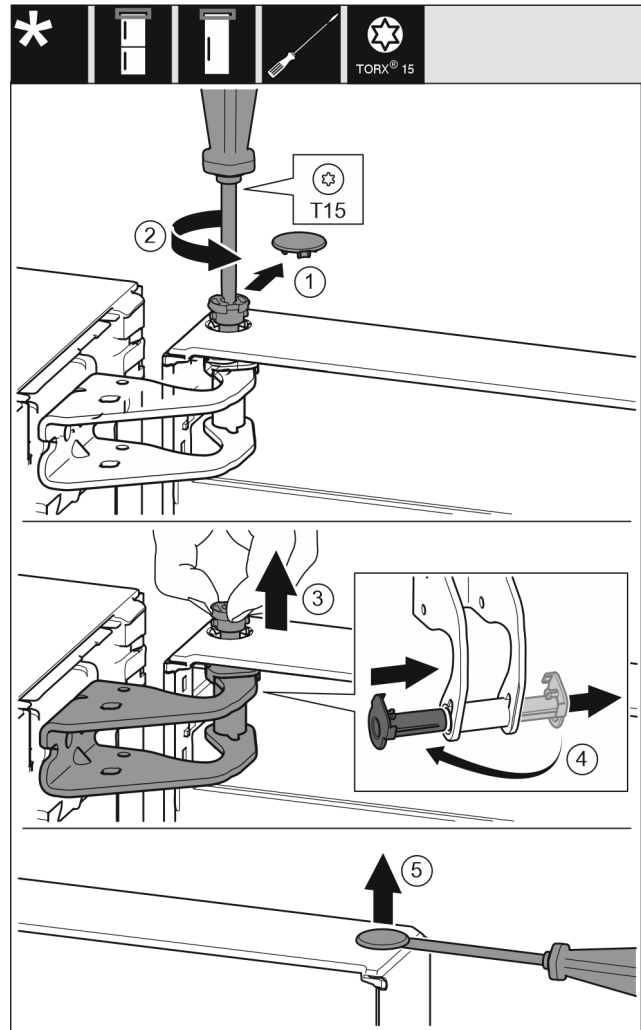

Fig. 6
- Opatrne vytiahnite poistný kryt. Fig. 6 (1)
- Skrutkovačom T15 trochu vyskrutkujte čap. Fig. 6 (2)
- Pevne držte dvere a čap vyťahujte prstami. Fig. 6 (3)
- Puzdro ložiska vytiahnite z vedenia. Nasadte z druhej strany a zaklapnite. Fig. 6 (4)
- Plochým skrutkovačom opatrne nadvihnite a vyberte zátku z puzdra ložiska dverí. Fig. 6 (5)